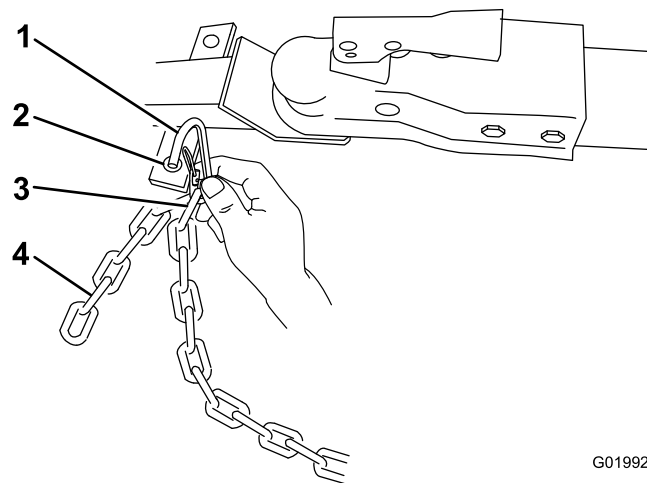

Figura 20
3. Conecte cada tramo de cadena al punto de montaje de la cadena de seguridad del vehículo de remolque con los conectores (Figura 20).